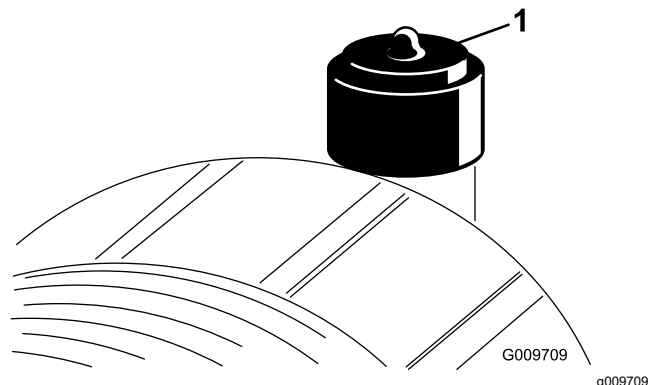

図 51
エアクリーナのフィルタの整備は、インジケータ 図 51 が赤色になってから行ってください。早めに整備を行っても意味がありません。むしろフィルタを外したときにエンジン内部に異物を入れてしまう危険が大きくなります。
9. インジケータ図 51が赤になっている場合はリセットする。